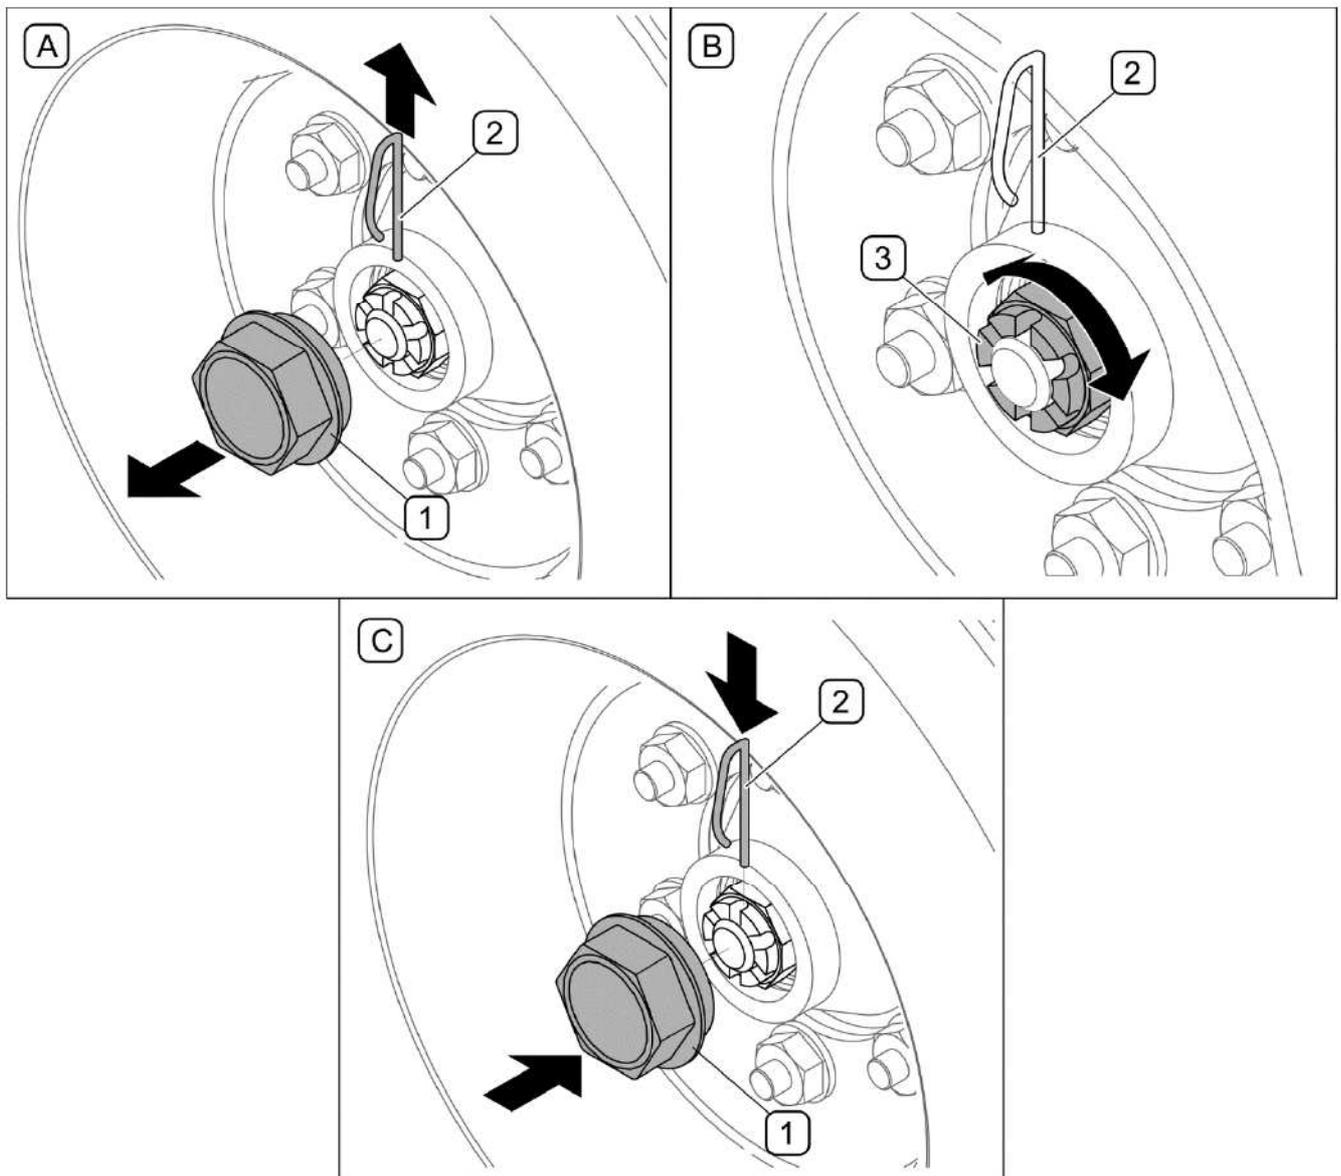

FIGURE 5.31 Le réglage des roulements des roues
- S'il y a trop de jeu au niveau de la roue, enlever le capot du moyeu (1), et enlever la goupille (2), (A, FIGURE 5.31)
- En tournant la roue, serrer simultanément l'écrou à créneaux (3) jusqu'au freinage complet de la roue. Desserrer l'écrou de 1/3 tour, jusqu'au recouvrement du créneau à goupille le plus proche (2) avec l'orifice du timon (B, FIGURE 5.31)
- Sécuriser l'écrou à créneaux avec une goupille (2) et installer le capot du moyeu (1) (C, FIGURE 5.31). la roue doit tourner doucement, sans blocage et résistance perceptible ne provenant pas du frottement des mâchoires de frein contre le tambour